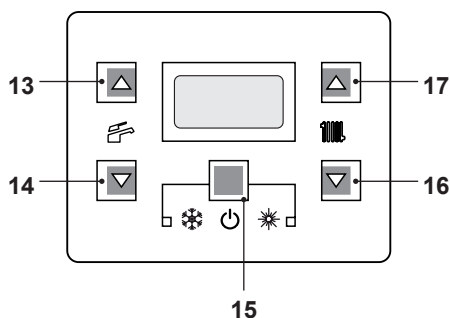
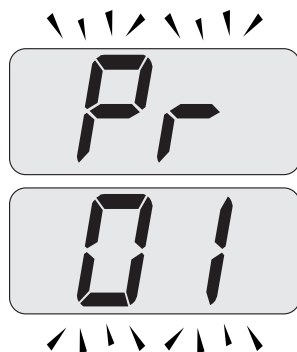
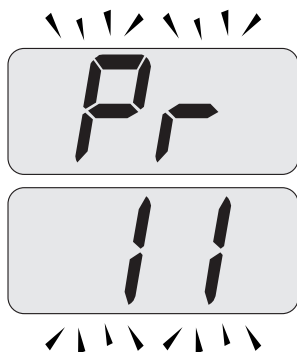
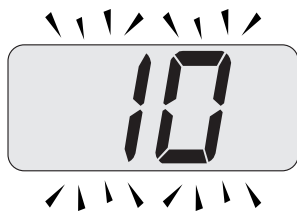

Figura 5.50
Figura 5.51
Figura 5.52
Figura 5.53
- Entrare in "modalità programmazione" premendo contemporaneamente per 10 secondi i tasti 15 - 16 - 17 (Figura 5.50) fino a far apparire sul display LCD le lettere **Pr** che si alternano con il codice **01**, indicanti l'entrata nel "parametro 01" (Figura 5.51).
- Scorrere i vari parametri utilizzando i tasti 16 o 17 fino a far apparire sul display LCD le lettere **Pr** che si alternano con il codice **11**, indicanti l'entrata nel "parametro 11" (Figura 5.52).
- Premere contemporaneamente i tasti 15 e 17 (Figura 5.50) fino a far apparire sul display LCD il valore del parametro 11 (10=60 secondi) (Figura 5.53).
- Premendo il tasto 15 (Figura 5.50) si ottiene la conferma del valore inserito.
- Premendo contemporaneamente i tasti 15 e 16 (Figura 5.50) si esce senza modificare il valore (ritorno alla lista parametri Figura 5.52)
- Premendo contemporaneamente per 10 secondi i tasti 15 - 16 - 17 (Figura 5.50) si esce dalla "modalità programmazione".